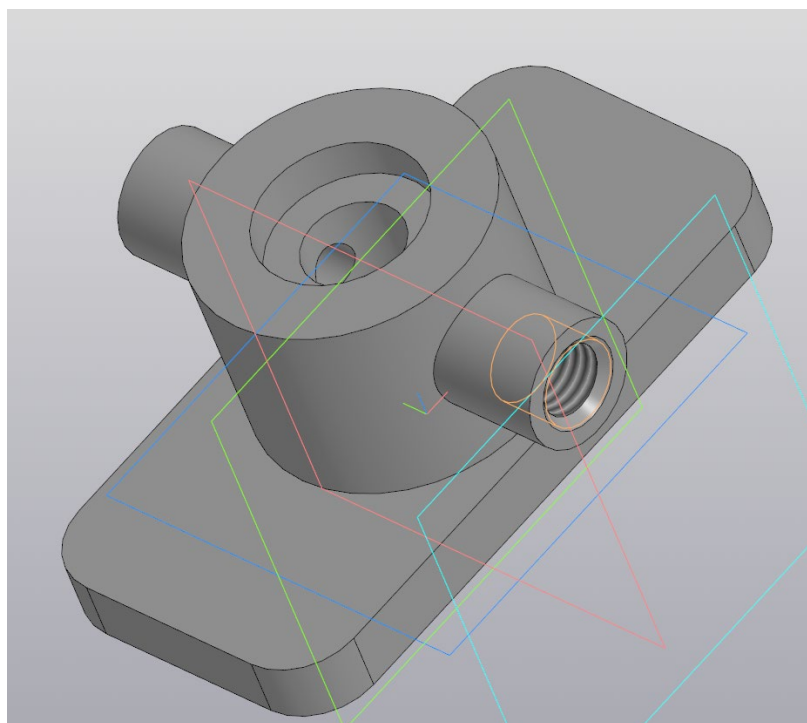

Рисунок 16 – Фаска у резьбового отверстия
1.14 Задайте фаску размером 1,2 мм по внешнему краю отверстия с резьбой (рис. 16).